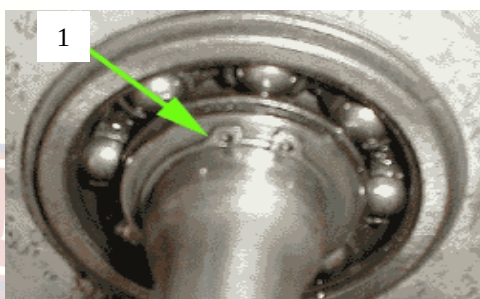

Fig. 1.1 Rulment roată (Times New Roman 11 ppt):
- Figurile și tabelele se vor numerota în ordinea introducerii lor în lucrare, cuprinzând în numerotare specificarea capitolului (exemplu: Fig. 1.1, Fig 1.2, Fig. 2.1, Tabelul 1.1 etc.) și denumirea figurii (vezi modelul ce urmează). Acestea se vor insera în textul lucrării, după referința din text și pe cât posibil imediat după această mențiune. Figurile pot fi centrate pe pagină sau poziționate dreapta, cu condiția ca spațiul rămas în stânga figurii să fie utilizat pentru text.